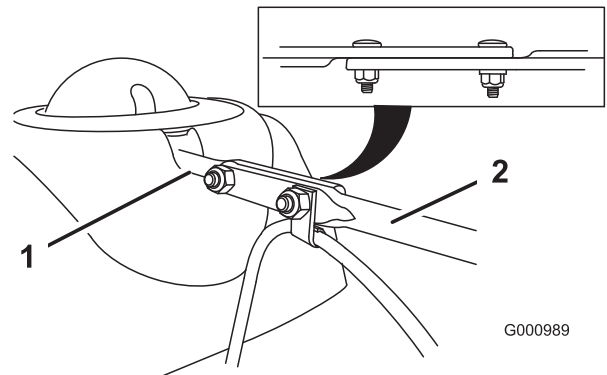

Figure 10
3. Alignez l'extrémité plate arrière de la longue tige d'orientation de la goulotte sur l'extrémité plate avant de la tige courte qui part du panneau de commande, de façon à les engager l'une dans l'autre (Figure 10).